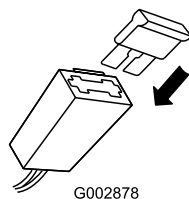

Figura 30
3. Sostituíte il fusibile nel portafusibili (Figura 30).